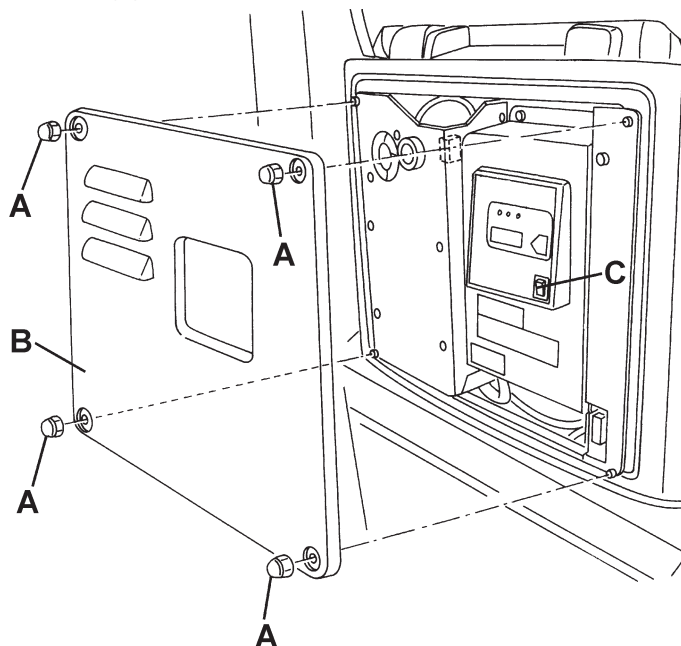

Figure 1
7. Déposer les vis (A, Fig. 1) et le tableau (B).
8. Positionner le sélecteur (C) sur WET ou GEL selon le type de batteries installé.
9. Installer le tableau (B) et serrer les vis (A).